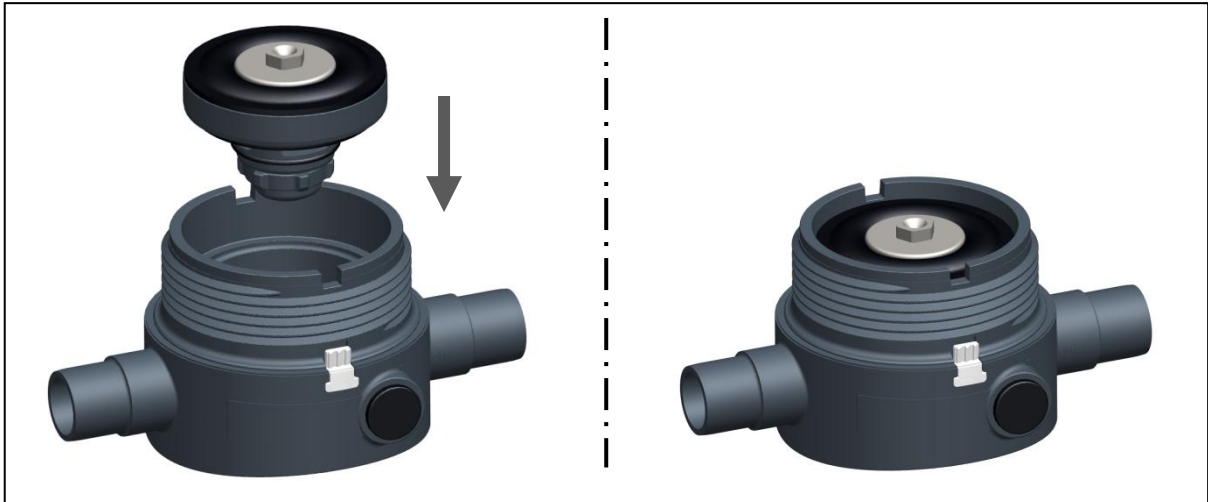

Abb. 12
- ▶ Kartusche in Unterteil setzen und eindrücken, siehe Abb. 12